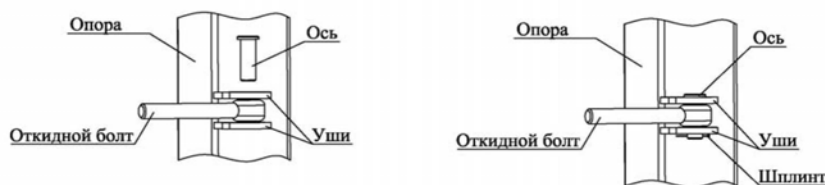

Рисунок 1
4. На опоры ворот установить откидные болты через ось и фиксировать их шплинтом (смотри рисунок 1). При необходимости нанести в петлю смазку.